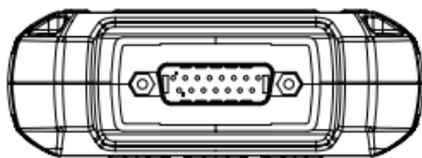

Figura 2.1.2
7. Connettore DB15 Maschio: Il connettore serve per collegare il cavo diagnostico OBD-II e il cavo di prova della batteria. (Vedi Figura 2.1.2)